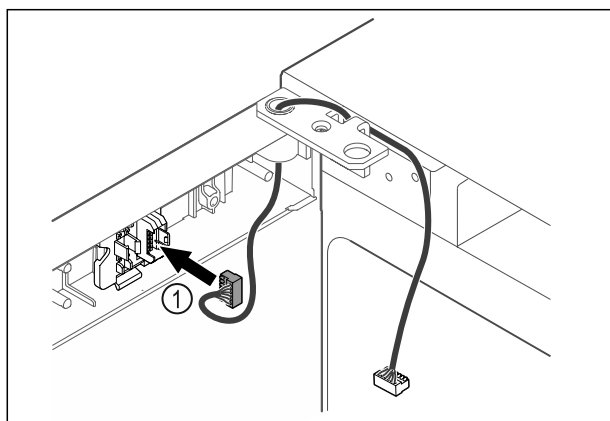

Fig. 49
- ▶ Zasuňte zástrčku Fig. 49 (1) do držáku zástrčky.